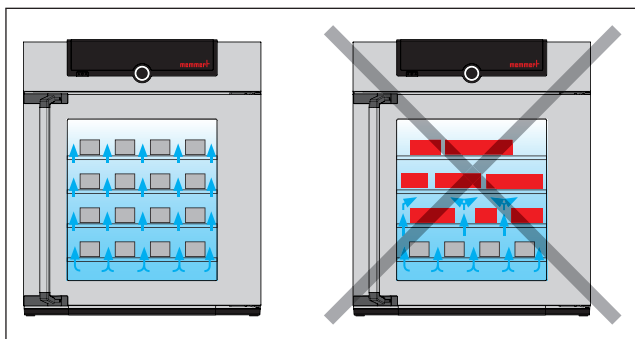

Abb. 15 Korrekte Platzierung des Beschickungsguts
- ▶ Zum Öffnen der Tür Türgriff zur Seite ziehen (je nach Türvariante links oder rechts, Abb. 15, A).
- ▶ Zum Schließen Tür zudrücken und Türgriff zur Seite drücken (B).